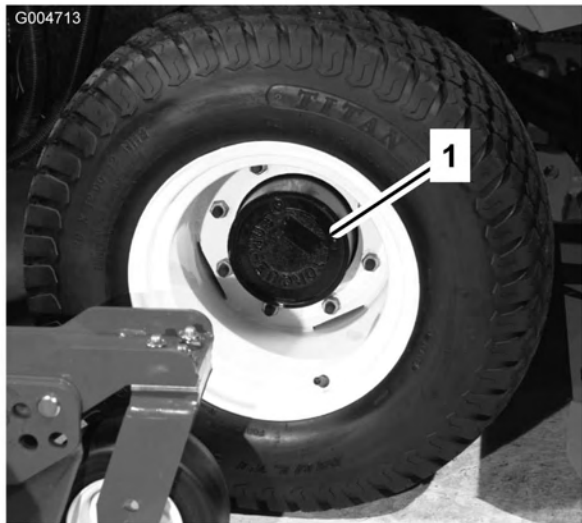

Figura 57
1. Con la máquina en una superficie nivelada, coloque la rueda de manera que el tapón de verificación/drenaje (Figura 57) esté en su posición más baja.